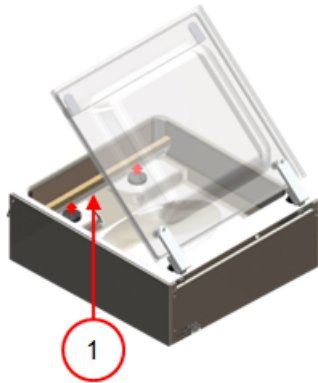

Abbildung 16: Entfernen der Schweißleiste (Kunststoffdeckel)
An Maschinen mit einem Kunststoffdeckel sind die Schweißleisten auf Zylindern angebracht (*Abbildung 16: Entfernen der Schweißleiste (Kunststoffdeckel)* auf Seite 67).
1. Entfernen Sie die Schweißleiste, indem Sie sie von den Zylindern abheben. Vgl. *Abbildung 16: Entfernen der Schweißleiste (Kunststoffdeckel)* auf Seite 67.
Kunststoffdeckel Heben Sie die Schweißleiste von den Zylindern ab. Vgl. *Abbildung 16: Entfernen der Schweißleiste (Kunststoffdeckel)* auf Seite 67.